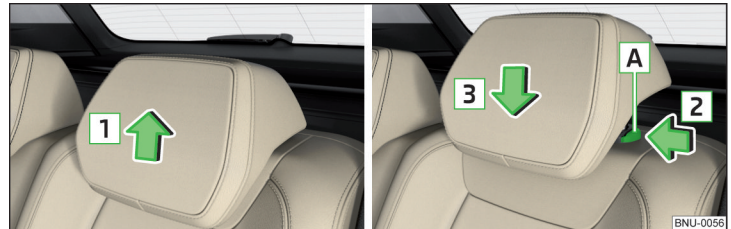

Fig. 97 Reglarea pe înălțime a tetierei spate
- Prindeți tetiera și deplasați-o **în sus** în sensul săgeții **1** » fig. 97.